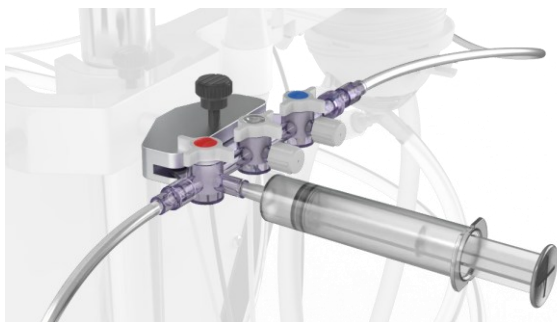

Figure 22 Purgez l'air de la conduite d'échantillonnage en aspirant à l'aide d'une seringue. Assurez-vous que la vanne rouge est orientée comme indiqué.
- Placez la seringue sur l'orifice rouge de la vanne d'échantillonnage pour dégazer la ligne d'échantillonnage. Ouvrez la vanne rouge sur l'orifice d'échantillonnage (Figure 22).